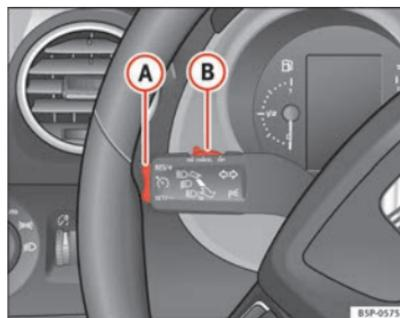

Fig. 149 Leva degli indicatori di direzione e degli abbaglianti: interruttore e tasto di comando del regolatore di velocità
- Premere la parte superiore del tasto **RES/+** ⇒ fig. 149 **A** per aumentare la velocità. La velocità sale finché si tiene premuto il tasto. Il sistema memorizza come parametro di riferimento la velocità raggiunta nel momento in cui si lascia andare il tasto.
Se si riduce la velocità schiacciando il pedale del freno, il regolatore si disattiva. Per riattivare il regolatore di velocità si deve premere una volta sulla parte superiore del tasto **RES/+** ⇒ fig. 149 **(A)**.